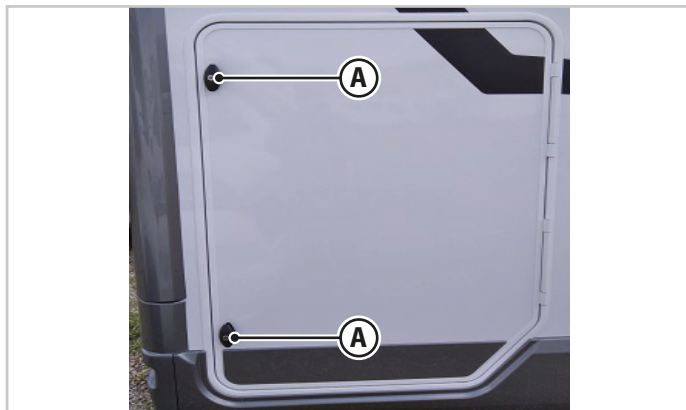

Fig.5.3 - Serrature vano garage
- Verificare di aver chiuso a chiave il vano garage bloccando tutte le serrature (A - Fig.5.3) presenti prima di iniziare la marcia. La semplice chiusura a pressione dello sportello non ne assicura il bloccaggio.
Il vano garage è dotato di una o due serrature (A - Fig.5.3).